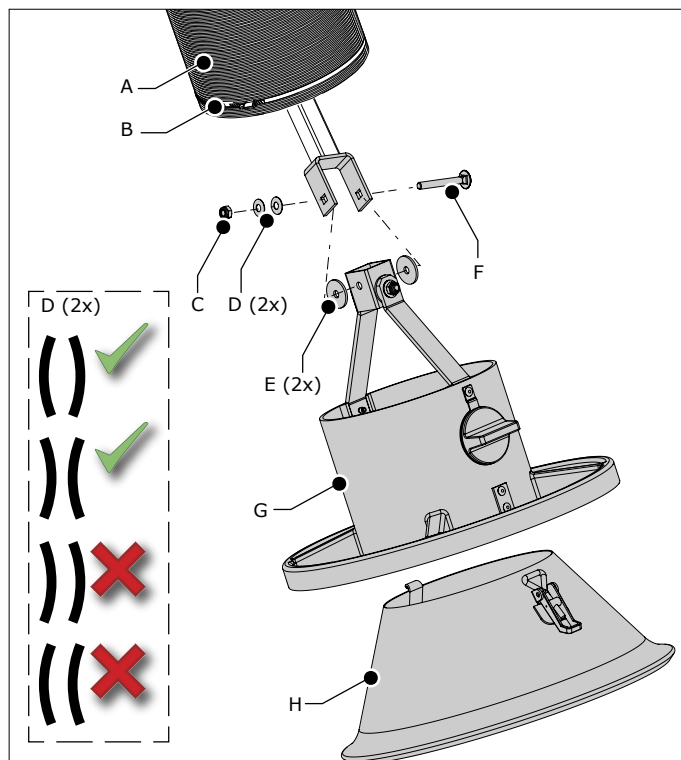

Abb. 4.3 Montage der Haube (Schlaucharm)
*Schlaucharm (Economy Arm): siehe Abb. 4.3*